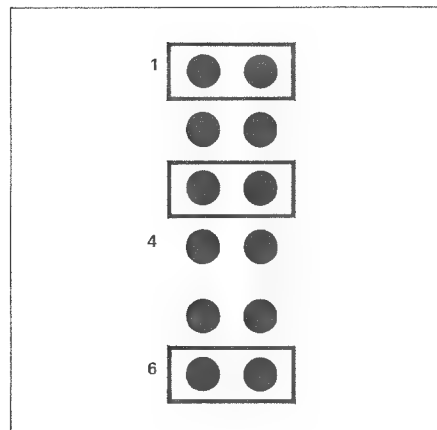

Fig. 6.9.11
4. Maschine ausschalten. Brückenstecker auf Pilottonverstärker gemäss Fig. 6.9.11 umstecken.
4. Switch off machine. Plug jumpers to pilot tone amplifier as shown in fig. 6.9.11.
4. Déconnectez l'appareil du secteur. Placez les straps de l'amplificateur de signal pilote selon la fig. 6.9.11.